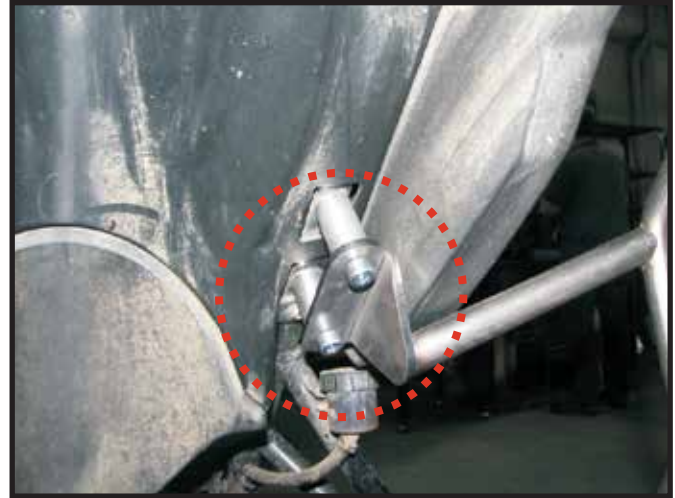

Imagen 3
- 5- Utilizando los BUJES C y la Tornillería T2 fijar el soporte del lado derecho de la moto según se muestra en la imagen 3.